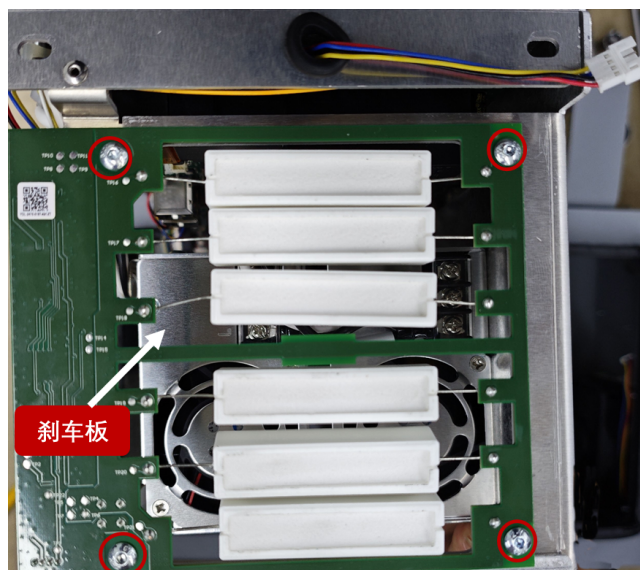

图 3-32: 取下刹车板
3. 松掉 4 颗内六角圆柱螺钉，取下需要替换的刹车板，如图 3-32所示；